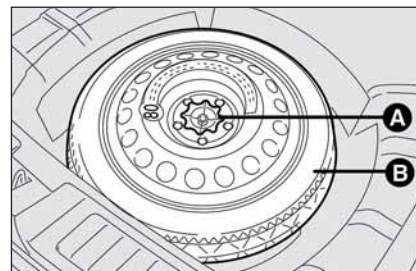
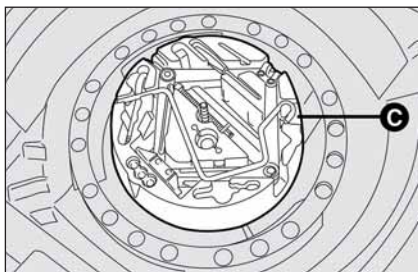

fig. 4
fig. 5
- dévisser le dispositif de blocage **A**-**fig. 4**;
- prélever la roue compacte de secours **B-fig. 4** pour accéder à la boîte à outils **C-fig. 5**;
- prendre la boîte à outils **C-fig. 5** et la porter près de la roue à remplacer;